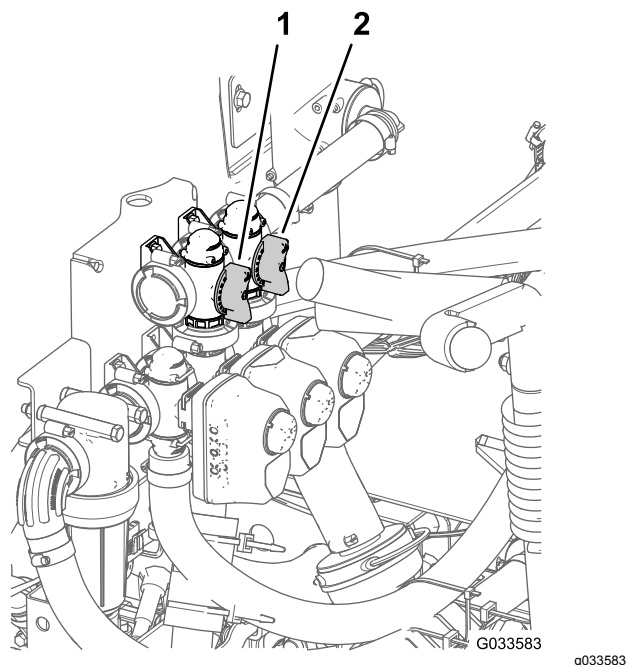

Figure 86
11. Réglez la vanne de dérivation (Figure 86) à l'arrière de la vanne d'agitation jusqu'à ce que la pression indiquée soit 6,9 bar.
8. Déplacez la poignée de dérivation générale des rampes de manière à réguler l'agitation à l'intérieur de la cuve (Figure 86).